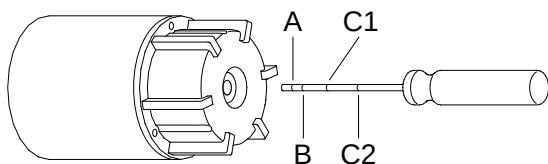

Rys. 4 Położenie silników MMS, podczas napełniania cieczą
1. Ustaw silnik pod kątem 45° , w której górna część silnika będzie znajdować się wyżej, rys. 4.